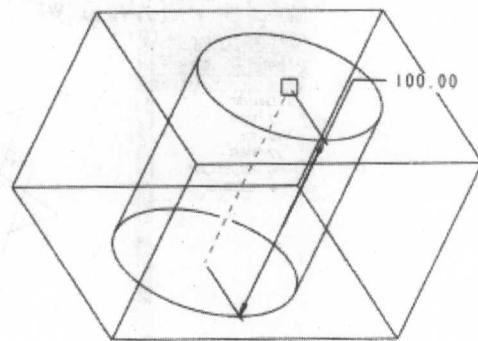

图 1-6
- (8) 单击预览按钮 , 模型如图 1-6 所示, 单击拉伸特征操控板中的  按钮, 完成本次拉伸特征的建立。